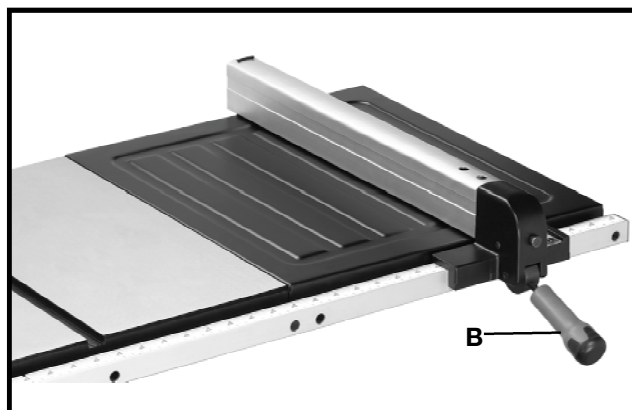

Fig. 22
2. Abaisser le guide longitudinal sur la table comme indiqué à la fig. 22, en s'assurant que l'arrière se fixe bien au-dessus du bord arrière de la table.